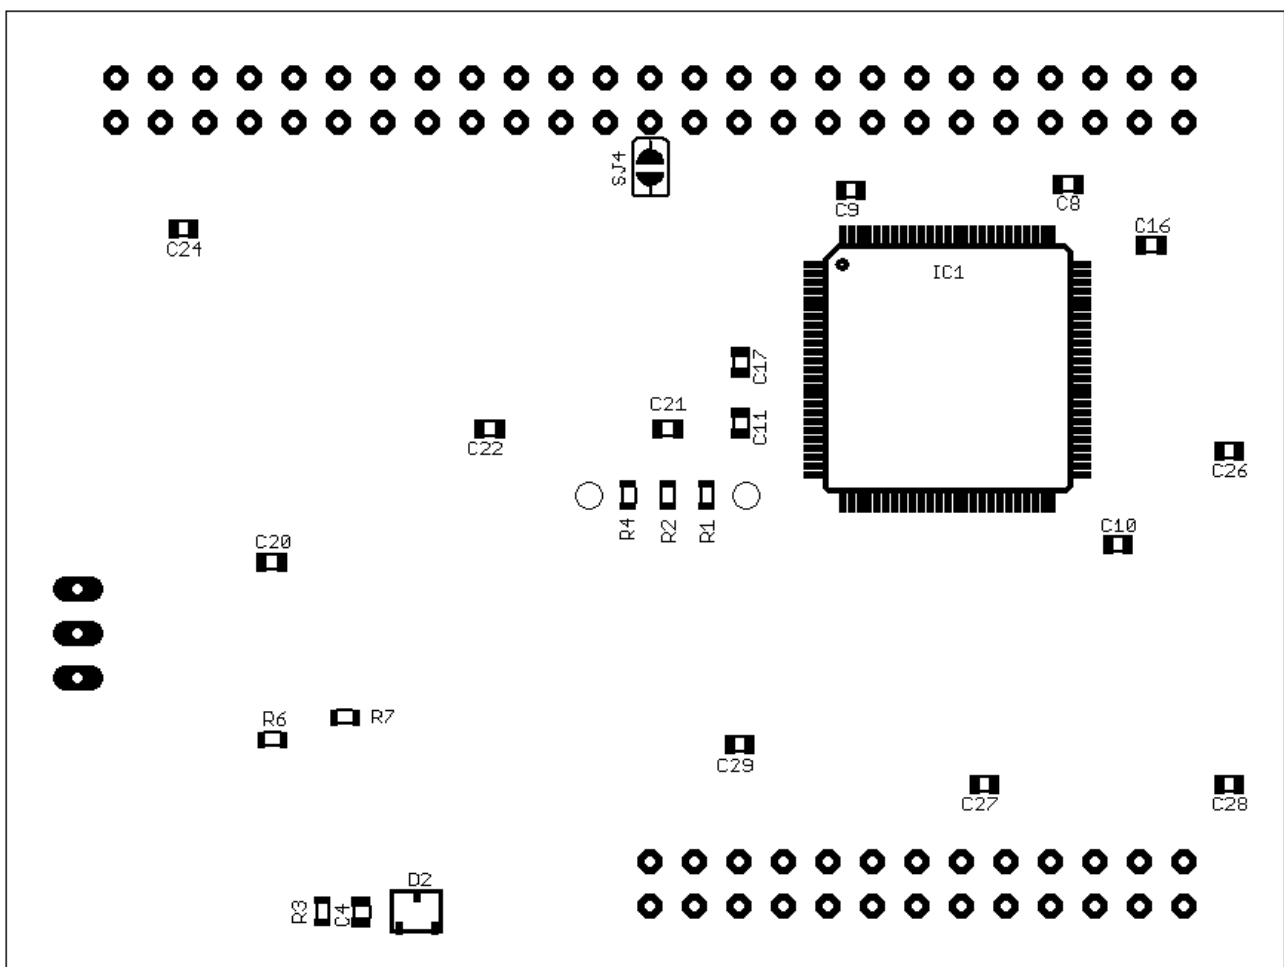

Abbildung 2: Lötseite des ACSI-SCSI Adapters mit partieller Bestückung
3. Über die TermPower Leitung des SCSI-Steckverbinders. Wenn diese Möglichkeit gewählt wird, muss der Lötjumper SJ4 auf der Unterseite geschlossen werden Abbildung 2. Das SCSI-Gerät ist hierbei so zu konfigurieren, dass es die Spannung zur Bustermiierung ausgibt.